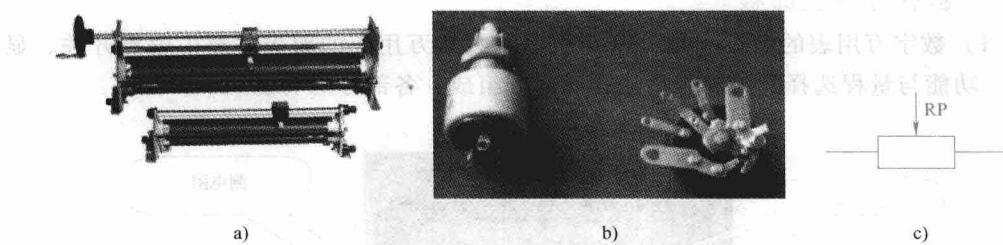

图 1-6 可变电位器及其电气符号
(3) 可变电位器 可变电位器及其电气符号如图 1-6 所示。